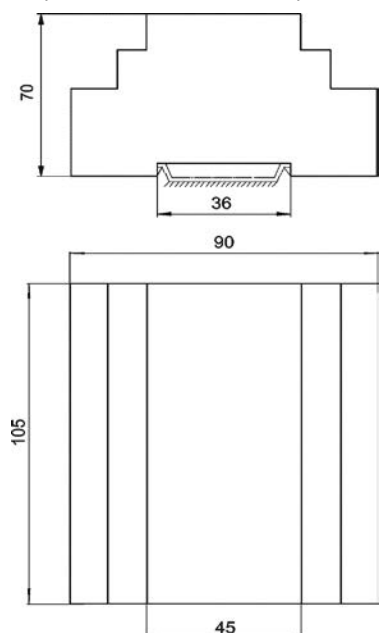

Рис.1 Габаритные и установочные размеры БУАВР
- 3.31. Габаритные и установочные размеры БУАВР приведены на рис. 1.